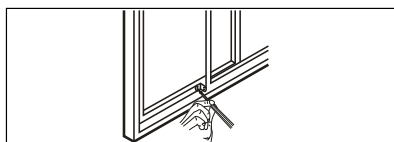

Fig. 22
7. Per bloccare il telaio scorrevole in posizione, fissare il tassello di sicurezza con una vite da 12,7 mm come illustrato (Fig. 22).